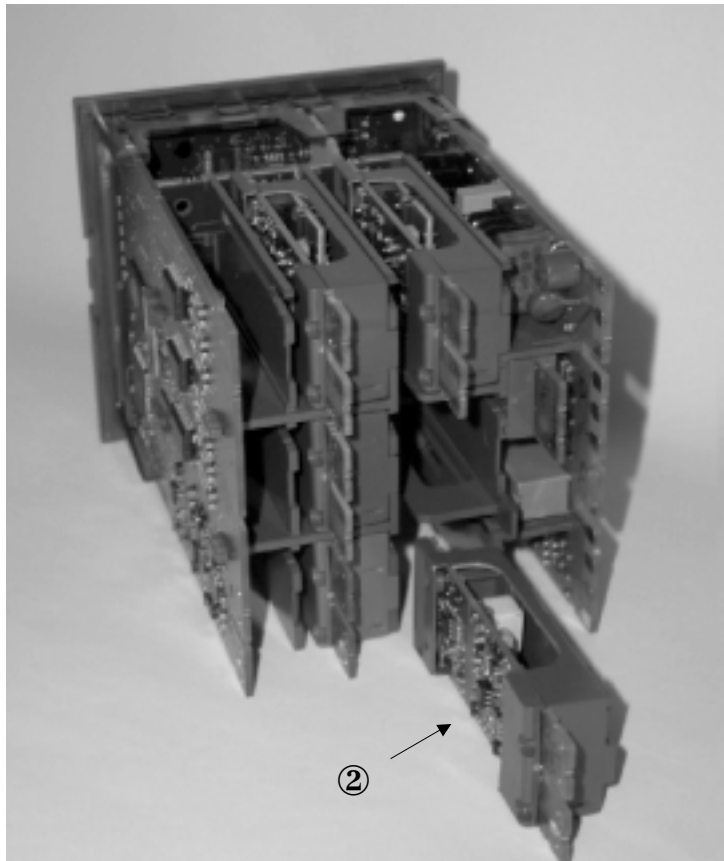

Abbildung 1-6: Modulpositionen
3. Möchten Sie ein neues Modul einstecken, schieben Sie es vorsichtig in den gewünschten Steckplatz. Achten Sie darauf, dass die Nase des Kunststoffgehäuses des Moduls ② (Abbildung 1-6) in der Führung des Steckplatzes sitzt.